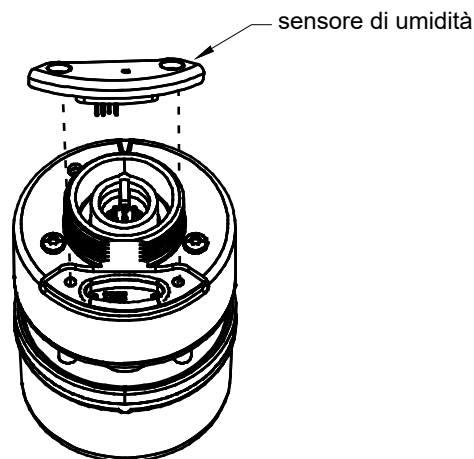

Figura 2: Installazione del sensore di umidità
3. Rimuovi il sensore/elemento cieco* (Vedi Figura 2).